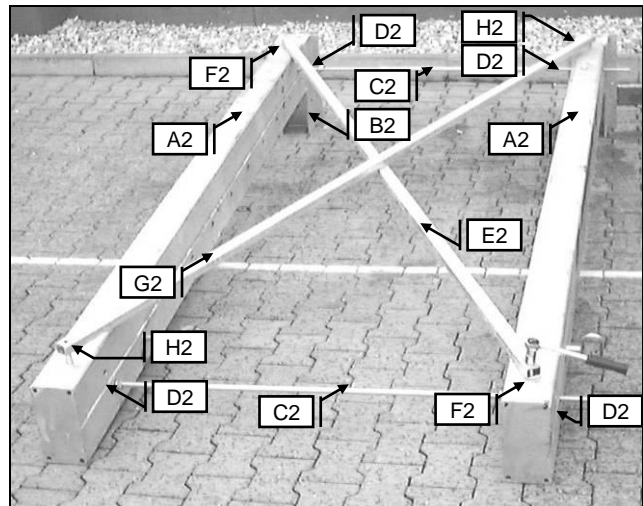

Abbildung 4.2 - Portalkran umgelegt
- Die Verstrebung [Abb. 4.2; G2] diagonal auflegen und bei den beiden Bohrbildern [H2] mit den gleichen Gewindebohrungen M16 wie bei den Bohrbildern [Abb. 4.2; F2] die Verstrebung mit zwei Sechskantschrauben M12 x 75, Federring $\varnothing 13$ mm, Beilegscheibe $\varnothing 13$ mm festschrauben und anziehen. Hierbei muss noch die Steckhülse $\varnothing 18$ x 30 zwischen Tragprofil [Abb. 4.2; A2] und Verstrebung [Abb. 4.2; E2] eingesetzt werden, durch aufstecken auf die Sechskantschraube M12 x 75.
- Nun müssen die zwei Gewindestangen [Abb. 4.2; C2] verspannt werden. Die vier innen liegenden Sechskantmutter M16 nach außen schrauben, bis diese an den Tragprofilen [Abb. 4.2; A2] anliegen. Vier weiteren Sechskantmutter M16 an den insgesamt vier Enden der beiden Gewindestangen [Abb. 4.2; C2] aufschrauben und fest anziehen.